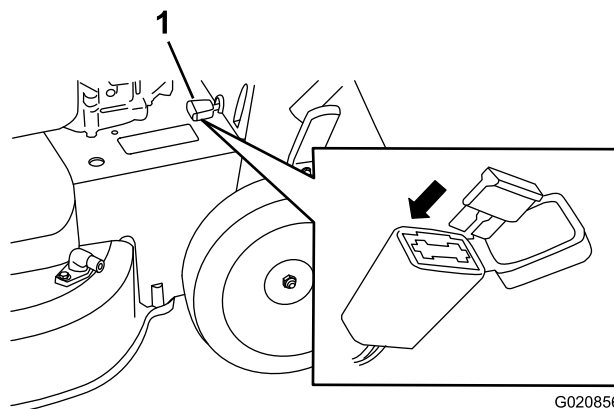

Figura 36
1. Abra el portafusibles sellado y cambie el fusible (Figura 36).